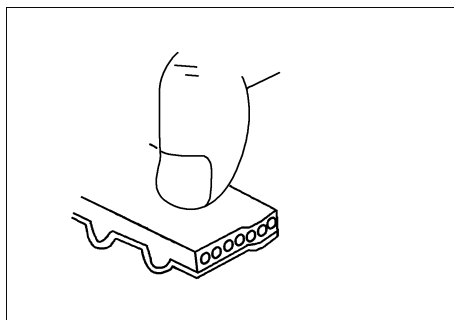

图 2-21 带老化没有弹力
① 如图 2-21 所示，背面橡胶老化反光，指甲划过无痕迹，没有弹力。